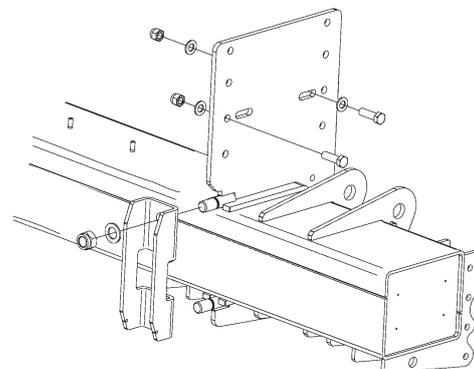

Figure 29. Fixation du profilé en U avec ses rondelles et écrous
8. Disposer le profilé U avec ses rondelles et écrous sans les serrer. Visser les écrous de manière alternée jusqu'à ce que le profilé en U soit complètement plaqué contre le cadre, voir Figure 29